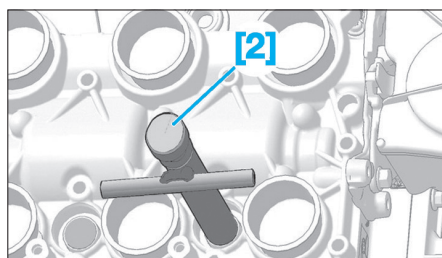

Fig. 53
- Poser l'outil [2] sur le joint cuivre dans le puits d'injecteur (Fig.53).